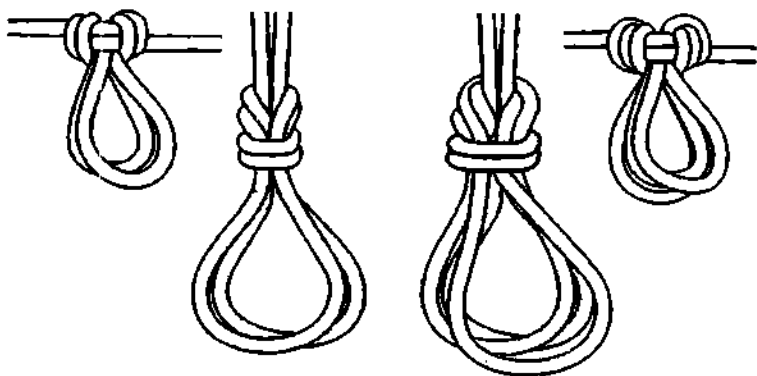

Рис. 460. *Двойной и тройной австрийский проводники.*
*Двойной австрийский проводник* такой же красивый, симметричный, надёжный узел, как и одинарный *австрийский проводник* (рис. 460). Двойная (тройная) петля не ослабляет трос, и после использования очень легко развязывается.